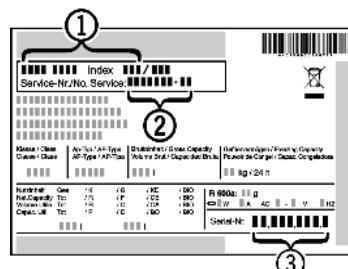

Fig. 20
- Назва пристрою Fig. 20 (1), сервісний номер Fig. 20 (2) та серійний номер Fig. 20 (3) вказані на заводській таблиці. Заводська таблиця знаходитьться всередині пристрою, зліва.